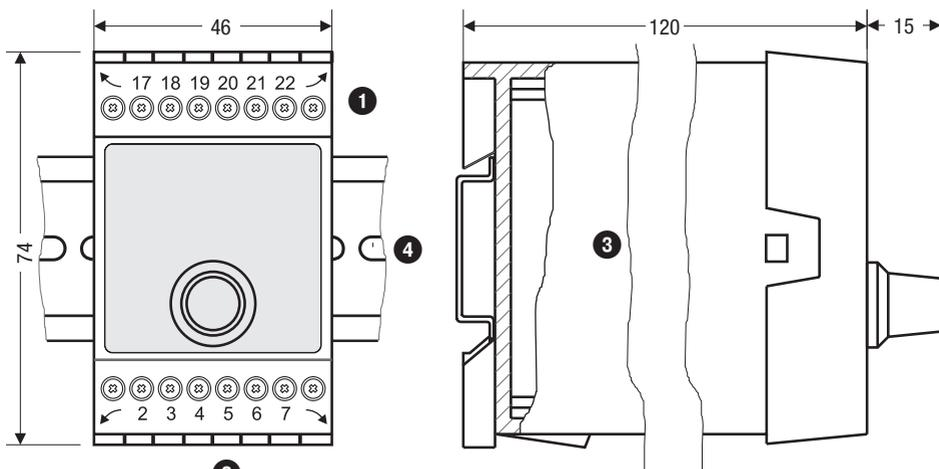

Fig. 3
Le commutateur-amplificateur pour excès de température TRS 5-52 est encliqueté dans l'armoire de commande sur une barre de support de type TH 35, EN 60715. **Fig. 3 ④**